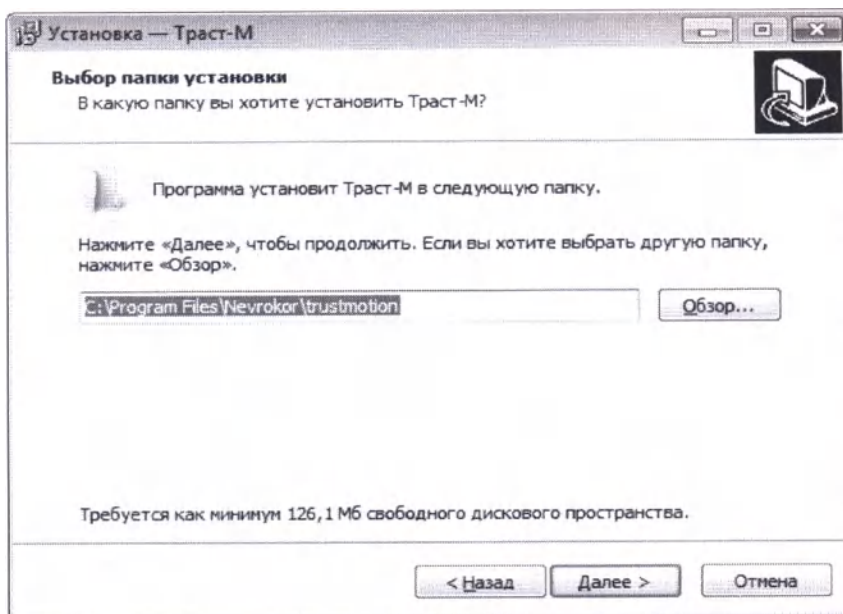
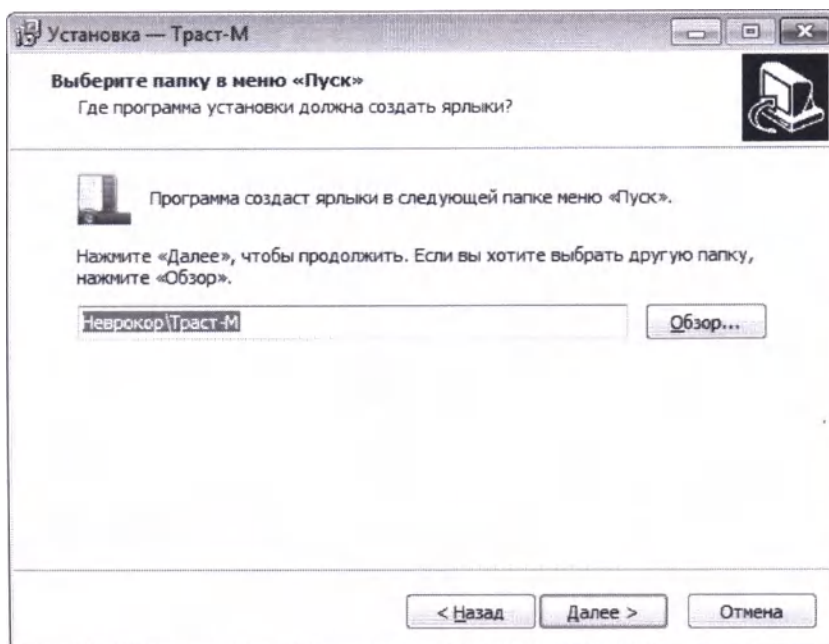

Рис. 1.3. Выбор директории установки программы
Рис. 1.4. Окно выбора папки программы в меню «Пуск»
7.7.4. В диалоге выбора директории программы (см. Рис. 1.3) измените при необходимости директорию установки кнопкой **Обзор...** и нажмите кнопку **Далее>**. В следующем диалоге (см. Рис. 1.4) при необходимости измените папку программы в меню «Пуск» и нажмите кнопку **Далее>**.